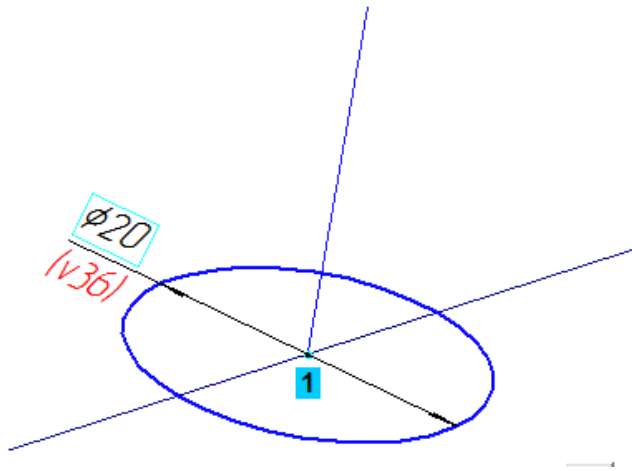

Рисунок 23.
- · В эскизе постройте окружность диаметром 20 мм. В качестве ее центра укажите первую вершину ломаной (точка 1) (рис. 23).